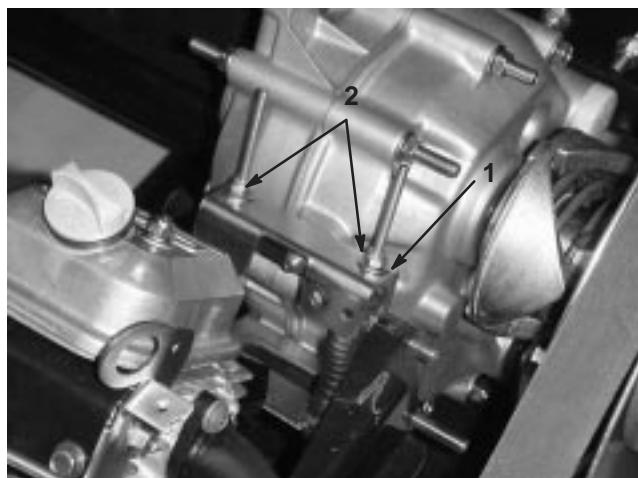

Bild 18
Wenn Sie regelmäßige Wartungsarbeiten und/oder eine Motordiagnostik durchführen, müssen Sie die Antriebsachse zunächst auf Neutral schalten (Bild 18). Der Schaltbebel weist eine Neutralstellung auf, die den Leerlauf der Antriebsachse bestimmt. Treffen Sie die folgenden Maßnahmen, um sicherzustellen, dass der Schaltbebel in der Neutralstellung die Antriebsachse auch richtig auf Neutral schaltet:
2. Achten Sie darauf, dass die Neutralhalterung in der Neutral-Stellung (Hebel) ist. Drehen Sie hiefür die Antriebskupplung (Bild 18). Das Fahrzeug sollte nicht vorwärts- oder rückwärtsrollen. Wenn sich das Fahrzeug bewegen lässt, schieben Sie die Neutralhalterung in die Neutral-Stellung.
3. Ziehen Sie eine der Sicherungsmuttern (Bild 18) nur so weit fest, dass das Spiel aus dem Schaltzug entfernt wird.